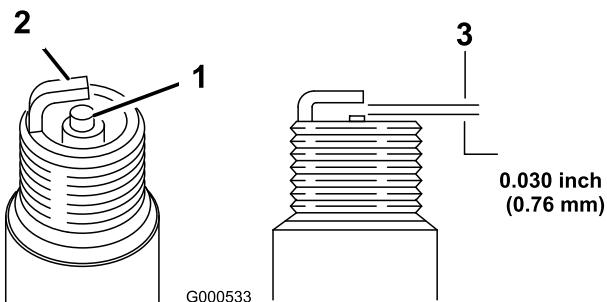

Figure 33
1. Contrôlez la bougie (Figure 33).
2. Contrôlez l'écartement entre l'électrode centrale et l'électrode latérale (Figure 33). Courbez l'électrode latérale si l'écartement est incorrect.